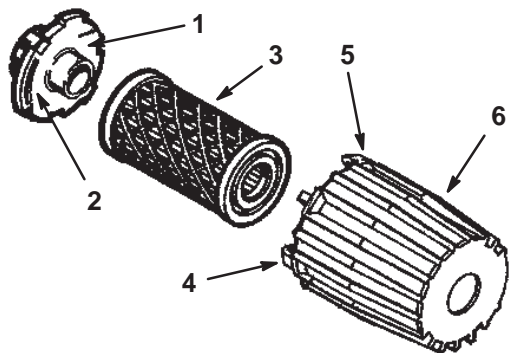

Figure 22
1. Tournez le couvercle dans le sens anti-horaire et déposez le couvercle et le filtre en papier (Fig. 22).
2. Nettoyez soigneusement le couvercle et la bride (Fig. 22).
3. Insérez le filtre en papier neuf dans le couvercle (Fig. 22).
4. Placez le couvercle et le filtre en papier contre la bride, et engagez la languette du couvercle dans l'angle inférieur gauche de la fente sur la bride (Fig. 22).